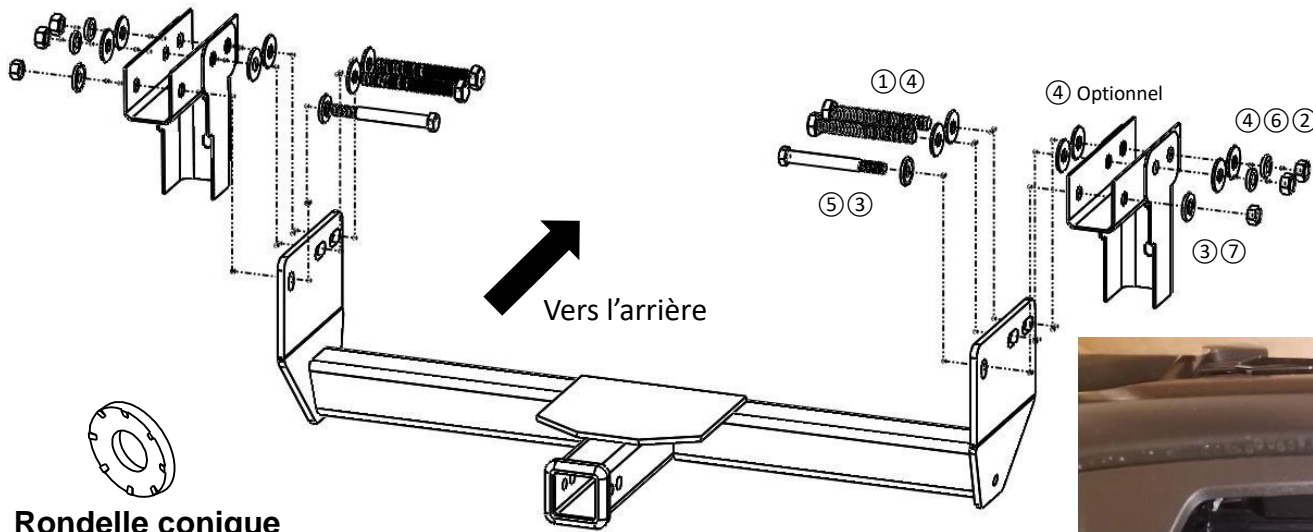

Figure 1
- Installer l'attelage** – Soulevez l'attelage et fixez-le sans le serrer au niveau des trous avant sur le châssis avec les (1) boulons M12, les (2) rondelles coniques et un (1) écrou M12 (⑤③③⑦), des deux côtés; voir **Figure 1**. Posez (2) boulons M14, (4) rondelles plates, (2) rondelles de frein, (2) écrous M14 (①④④⑥②) avec le support et le châssis, des deux côtés; consultez **Figure 1**. **Remarque :** S'il y a un jeu entre le support d'attelage et la surface de montage, utilisez une (1) rondelle plate supplémentaire (④) sur les deux boulons M14; consultez la **Figure 1**.
- Installer l'attelage** – Soulevez l'attelage et fixez-le sans le serrer au niveau des trous avant sur le châssis avec les (1) boulons M12, les (2) rondelles coniques et un (1) écrou M12 ⑤③③⑦, des deux côtés; voir **Figure 1**. Posez (2) boulons M14, (4) rondelles plates, (2) rondelles de frein, (2) écrous M14 ①④④⑥② avec le support et le châssis, des deux côtés; consultez **Figure 1**.
Remarque : S'il y a un jeu entre le support d'attelage et la surface de montage, utilisez une (1) rondelle plate supplémentaire ④ sur les deux boulons M14; consultez la **Figure 1**.